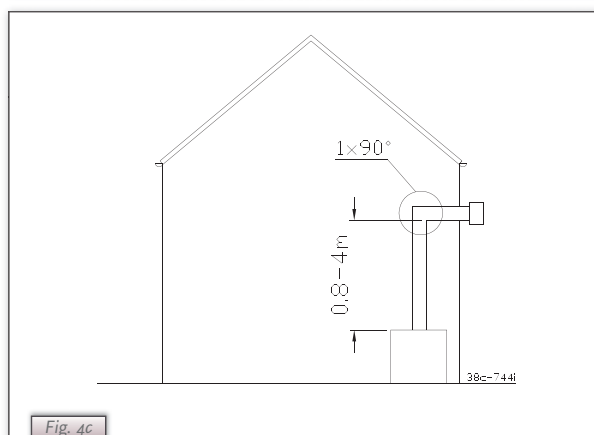

Fig. 4c
a) minimaal 0,8 meter t/m maximaal 4 meter verticale pijplengte in combinatie met een 90° bocht en een muurdoorvoer (dus geen horizontaal deel; zie Fig. 4c).